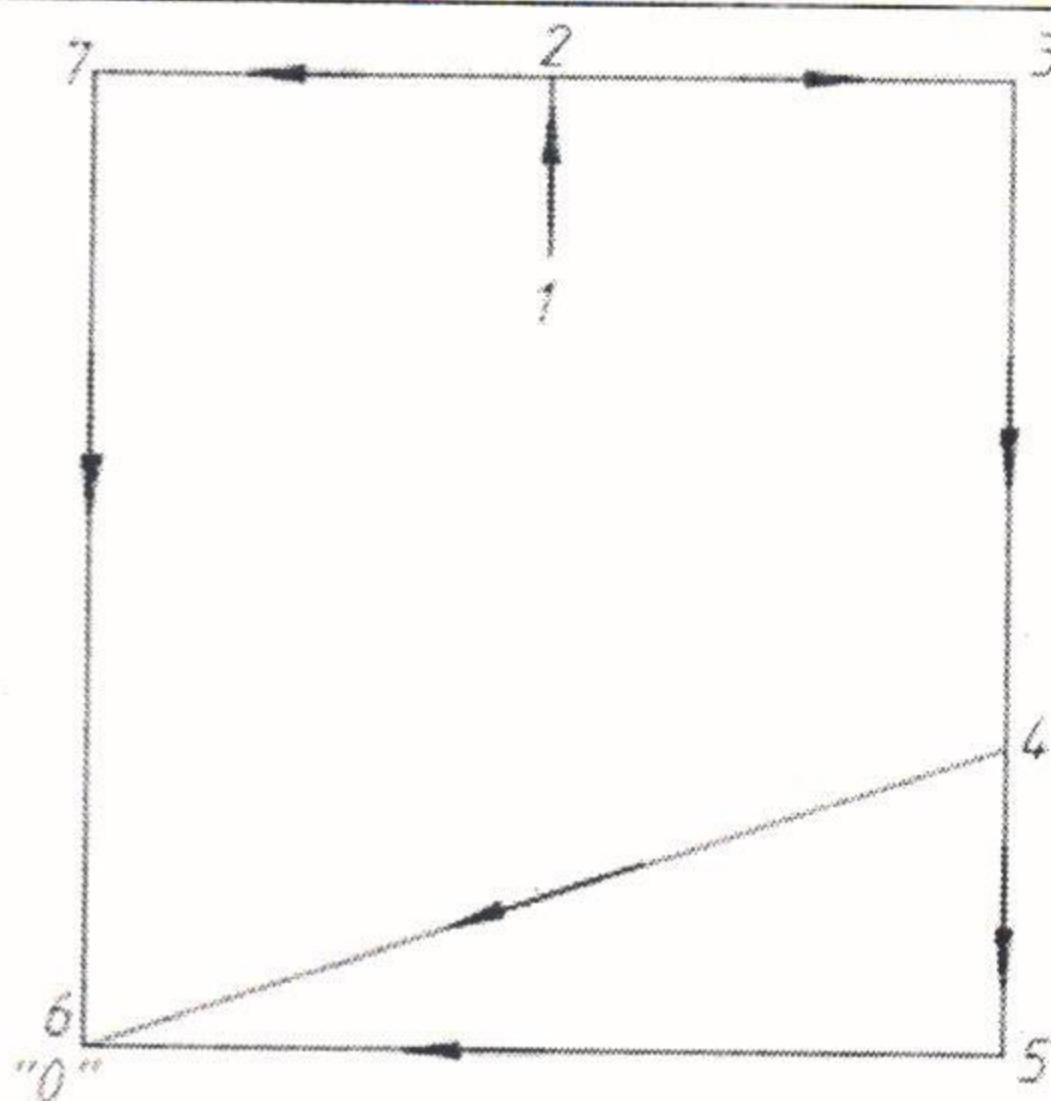

Рисунок 1
2. Определите расход газа (путевой, эквивалентный, транзитный, расчетный) на участках кольцевой сети (рис. 1), если (табл. 2): этажность застройки на территории газоснабжения 2, 4 этажей; расход газа через пункт редуцирования $Q_{\text{прг}}=2850 \text{ м}^3/\text{ч}$.